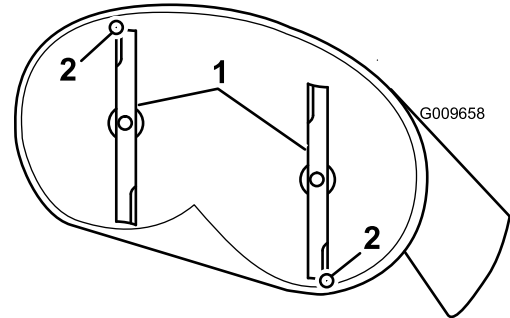
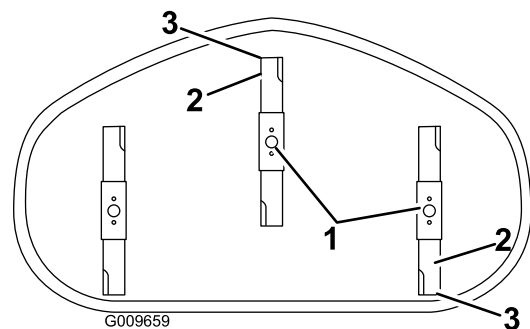

Figura 56
Figura 57
4. Gire cuidadosamente las cuchillas colocándolas en el sentido de avance de la máquina (Figura 56 y Figura 57).
5. Mida entre la punta de la cuchilla delantera y la superficie plana, y entre la punta de la cuchilla trasera y la superficie plana (Figura 56 y Figura 57).
- Después de realizar el ajuste, compruebe de nuevo la inclinación longitudinal, y siga ajustando la tuerca hasta que la punta de la cuchilla delantera esté entre 1.6 y 7.9 mm más baja que la punta de la cuchilla trasera (Figura 56 y Figura 57).